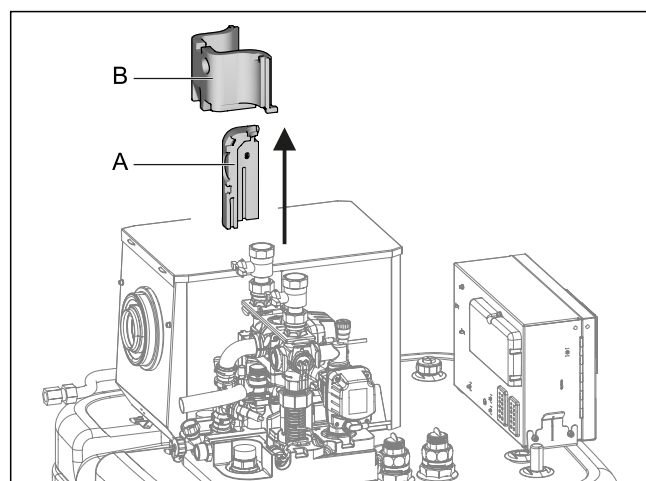

Fig. 4-14 Retirar el aislamiento térmico inferior
- Tirar verticalmente del elemento de aislamiento lateral (Fig. 4-14, pos. A).
- Tirar verticalmente del elemento de aislamiento trasero (Fig. 4-14, pos. B).